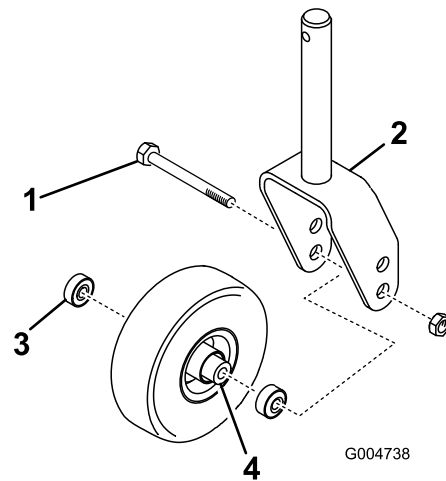

Figure 28
2. Enlevez le roulement du moyeu de la roue et laissez tomber la douille d'écartement à l'extérieur (Figure 28). Enlevez le roulement de l'autre côté du moyeu.
1. Enlevez le contre-écrou du boulon qui fixe la roue pivotante à la chape (Figure 28). Maintenez la roue pivotante et sortez le boulon de la fourche ou du bras pivotant.